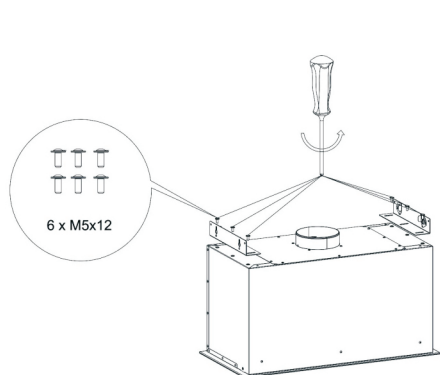

Рис. 8
7.2 Снимите монтажные кронштейны (Рис. 8).